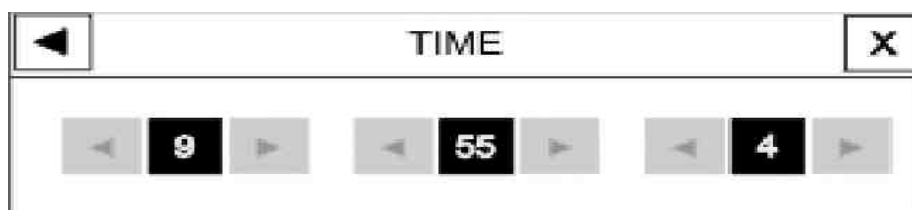

Рисунок 7 – Установка времени
– TIME (ВРЕМЯ) – установка времени (см. рисунок 7);